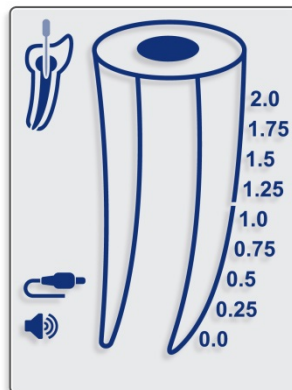

Fig. 4
- 7.4.7. Før du tilslutter målekablet med påsat læbeklemme og filklemme til patienten, skal du sætte målekablet i enhedens beholder og sørge for, at kabelikonet vises på displayet (fig. 4).